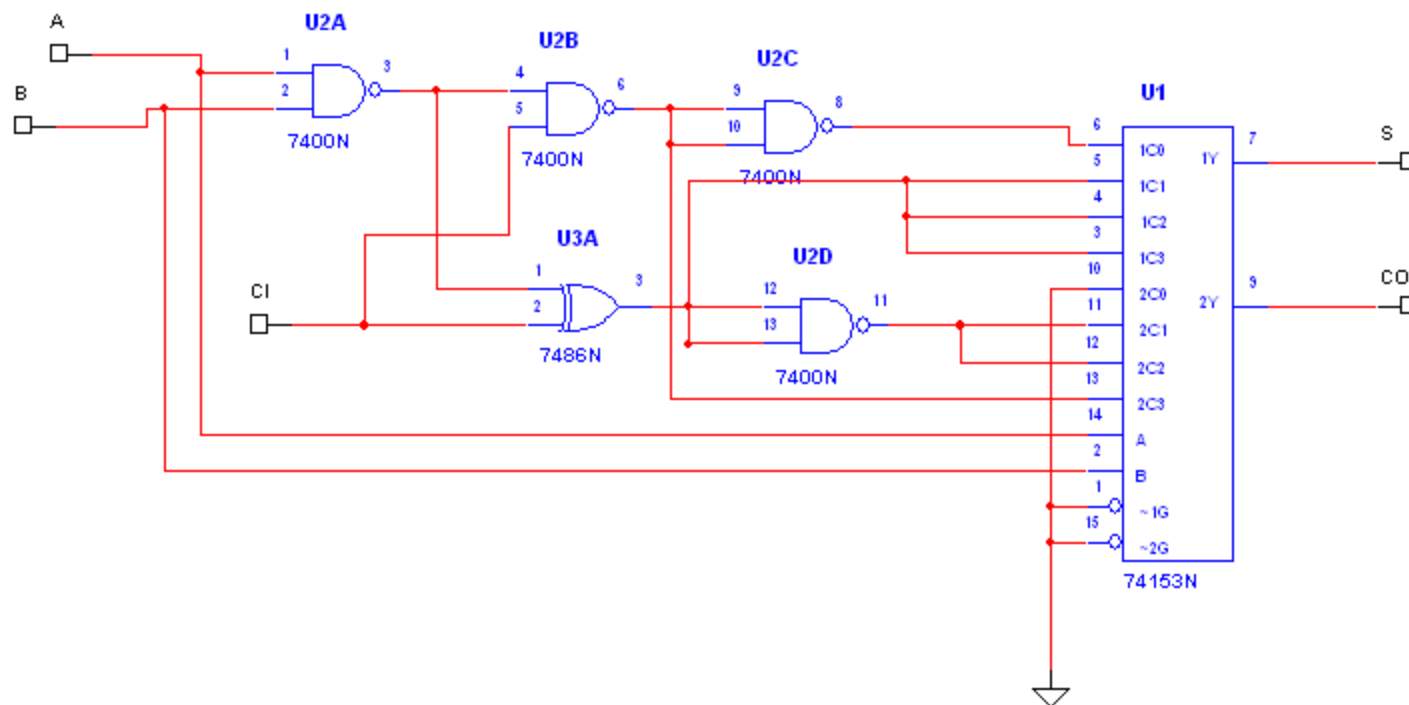

图2-6 由数据选择器和门电路实现一位全加器
4、（选做）用74153及门电路实现**一位全加器**，用逻辑开关分别控制全加器输入A、B、CI，用LED指示灯显示出全加器输出S、CO。画出接线图，验证其功能，并将实验结果记录下来。（可参考图2-6，也可自己设计）